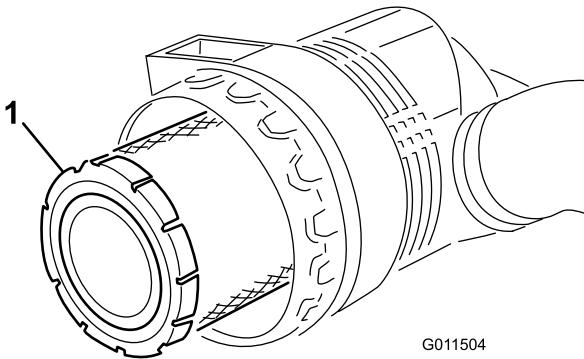

Bild 47
- Entfernen Sie den Hauptfilter (Bild 47). Das Reinigen eines verwendeten Elements wird nicht empfohlen, da das Filtermedium beschädigt sein könnte. Prüfen
4. Wechseln Sie den Hauptfilter aus (Bild 47).